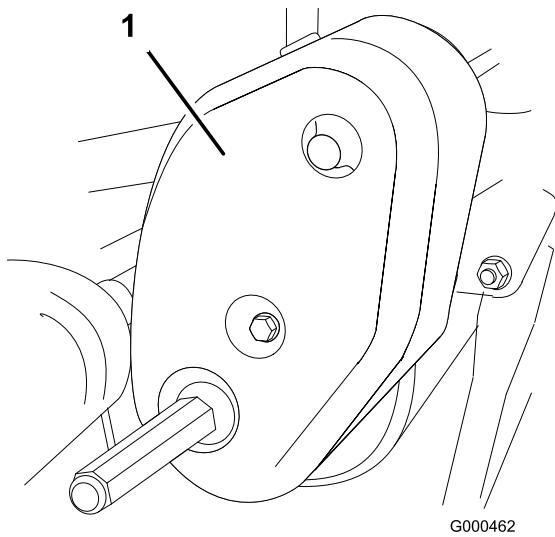

Figure 38
- Retirez les fixations du couvercle de la courroie et déposez le couvercle pour exposer la courroie (Figure 38).